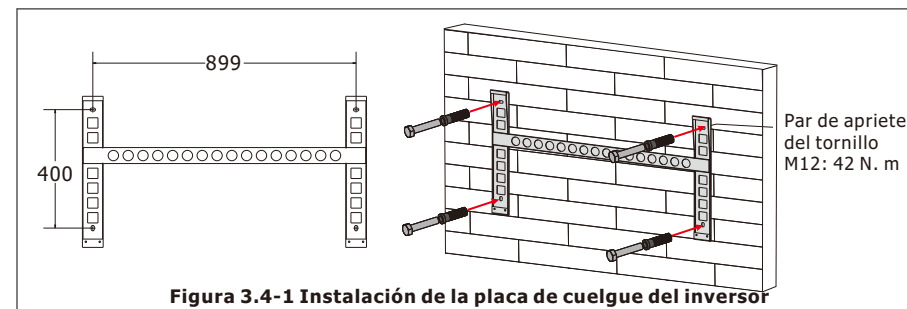

Figura 3.4-1 Instalación de la placa de cuelgue del inversor
Paso 1: Utilice el soporte de montaje como plantilla para taladrar 4 orificios en las posiciones correctas con una broca de 14 mm (14 mm de diámetro y 62-70 mm de profundidad). Utilice un martillo adecuado para encajar el perno de expansión en los orificios. A continuación, desenrosque las tuercas de los pernos de expansión, alinee los orificios del soporte de montaje con los 4 pernos de expansión y, a continuación, introduzca el soporte de montaje y apriete las tuercas de los pernos de expansión. La instalación del soporte del inversor se muestra en la Figura 3.4-1.